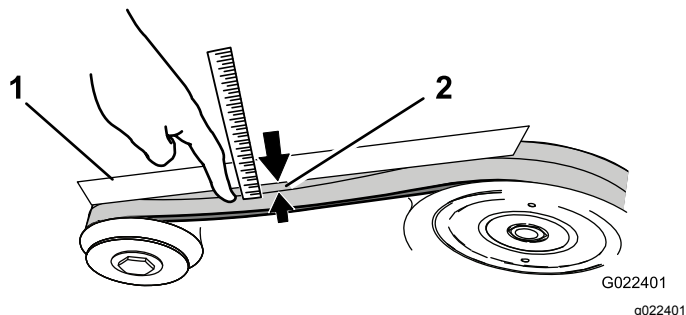

Рисунок 34
3. Приложите к приводным ремням между шкивами (Рисунок 34) усилие 4.5 кг. Если ремни прогибаются более чем на 6-13 мм, отрегулируйте натяжение следующим образом: